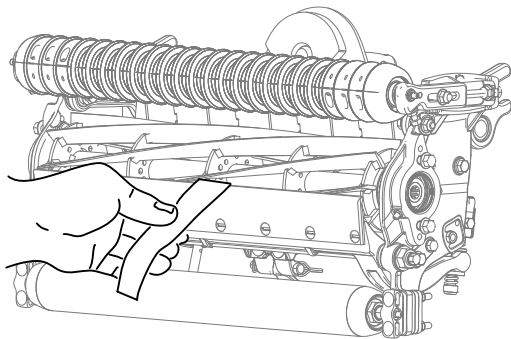

図 8
- B. リールと下刃の間に、下刃に対して垂直になるように、カuttingパフォーマンスペーパー (Toro 部品番号 125-5610) の長いストリップを挿入し (図 8)、次にリールをゆっくりと前方に回転させる。紙が切れるはずですが、切れない場合は、切れるまで手順 A と B を繰り返す。